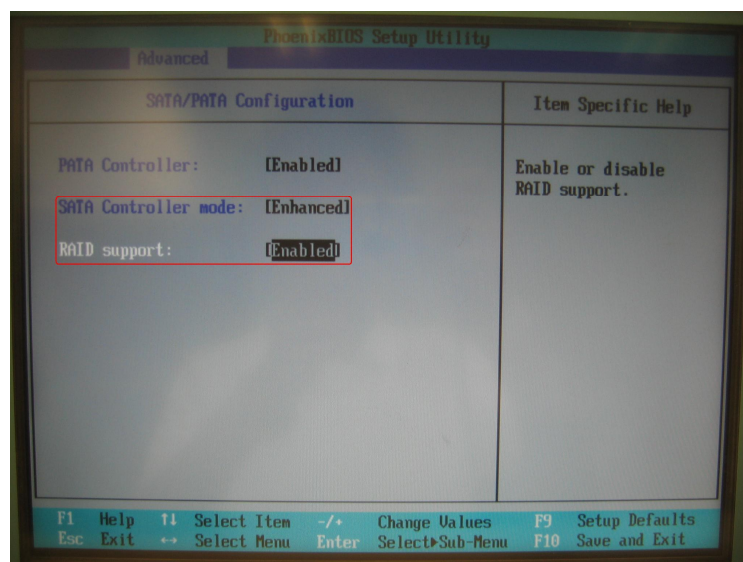

图 17
(A) 在 BIOS 中设置 RAID support 为 Enabled，如图 17 所示。